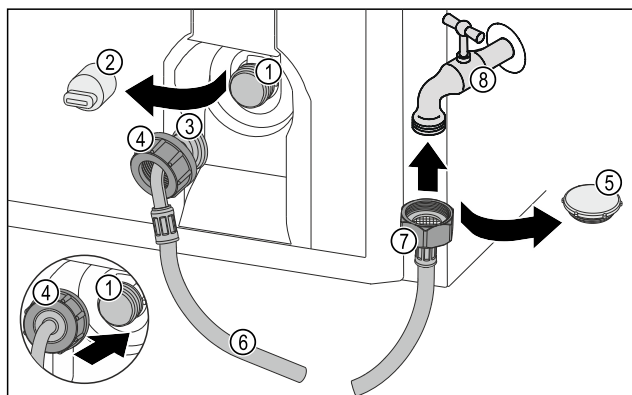

Fig. 16
- Rimuovere il coperchio di chiusura Fig. 16 (5).
- Posizionare l'estremità del flessibile dritta Fig. 16 (7) sul rubinetto dell'acqua Fig. 16 (8).
- Stringere in senso orario sull'estremità del flessibile dritta Fig. 16 (7) in senso orario.